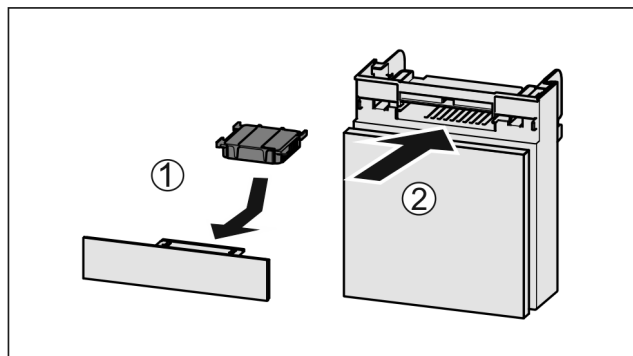

Fig. 35
- ▶ Actiefkoolfilter overeenkomstig afbeelding aanbrengen Fig. 35 (1).
- ▶ Lade erin schuiven Fig. 35 (2).